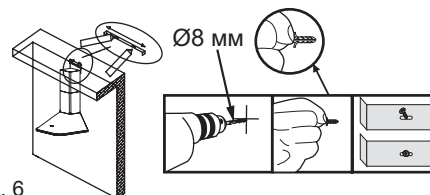

Abb. 6
6. Montieren Sie die obere dekorative Kasten und befestigen Sie es an der Wand mit einer Halterung. (Abb. 6)